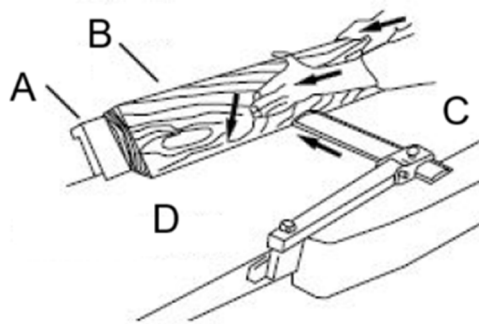

Figure 20
5. Faites passer la pièce à travers la tête de coupe, en vous assurant que la face de la pièce est complètement à plat contre la clôture et que le bord est en contact solide avec les tables d'entrée et de sortie (Figure 20).